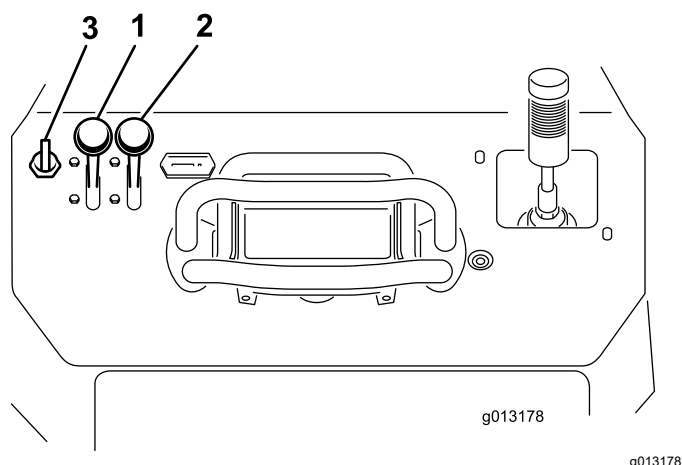

Figura 17
1. Mueva la palanca del acelerador a un punto intermedio entre las posiciones de LENTO y RÁPIDO (Figura 17).
2. Mueva la palanca del estérter a la posición de ABIERTO (Figura 17).
3. Gire la llave a la posición de CONECTADO (Figura 17). Cuando el motor arranque, suelte la llave.
4. Mueva gradualmente la palanca del estérter a la posición de DESCONECTADO (Figura 17). Si el motor se cala o funciona de forma irregular, active el estérter otra vez hasta que el motor se caliente.
5. Mueva la palanca del acelerador a la posición deseada (Figura 17).